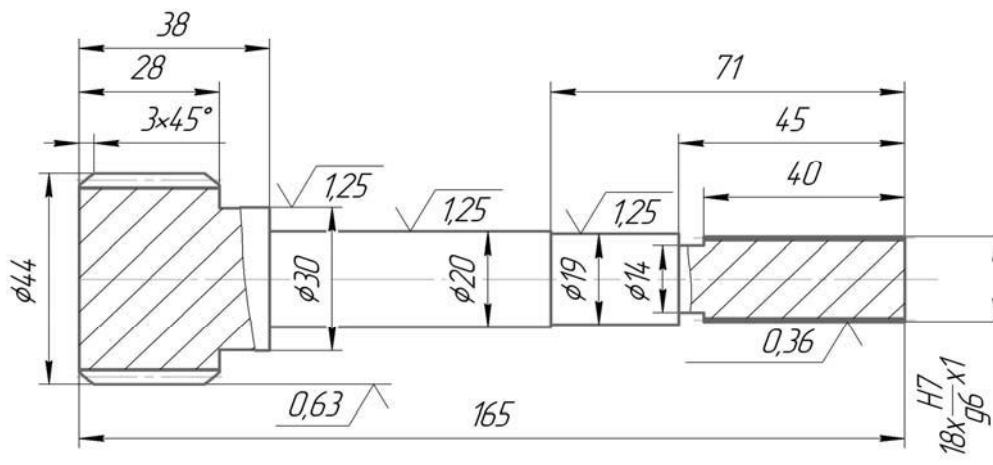

Рисунок 36 – Чертеж вал-шестерни
- 1 Создать рабочий чертеж вал-шестерни (рисунок 36).